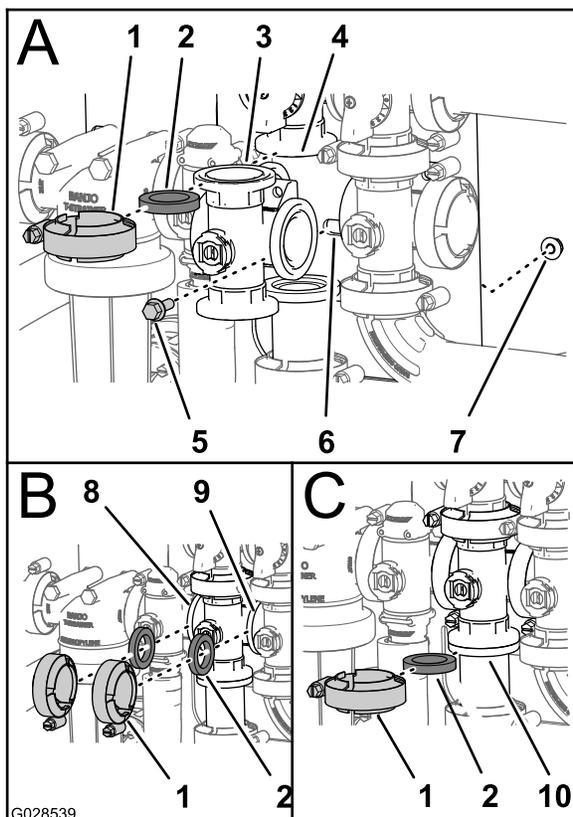

Рисунок 102
1. Совместите фланец коллектора клапана перемешивания, прокладку и фланец клапана перепуска перемешивания (А на Рисунок 102).
- Смонтируйте перепускной клапан перемешивания, прокладку и коллектор клапана перемешивания с помощью хомута, затянув его от руки (А на Рисунок 102).
- Установите прокладку между фланцами клапана регулирования нормы распыления и коллектором клапана перемешивания (В на Рисунок 102).
- Смонтируйте клапан регулирования нормы распыления, прокладку и коллектор клапана перемешивания с помощью хомута, затянув его от руки (В на Рисунок 102).
- Установите прокладку между фланцами коллектора клапана перемешивания и главного клапана стрелы (В на Рисунок 102).
- Смонтируйте коллектор клапана перемешивания, прокладку и главный клапан стрелы с помощью хомута, затянув его от руки (В на Рисунок 102).
- Установите прокладку между фланцами коллектора клапана перемешивания и переходного штуцера для дроссельного клапана перемешивания (С на Рисунок 102).
- Смонтируйте коллектор клапана перемешивания, прокладку и переходной штуцер с помощью хомута, затянув его от руки (С на Рисунок 102).